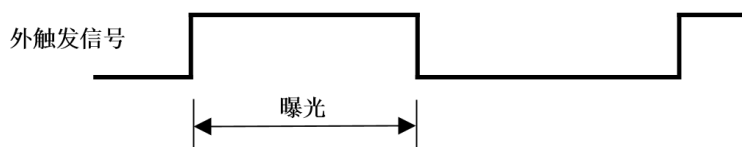

图 8-30 上升沿触发宽度曝光模式时序图
- 如果启用上升沿触发，曝光会在触发信号上升时开始，一直持续到触发信号下降结束，如图 8-30 所示